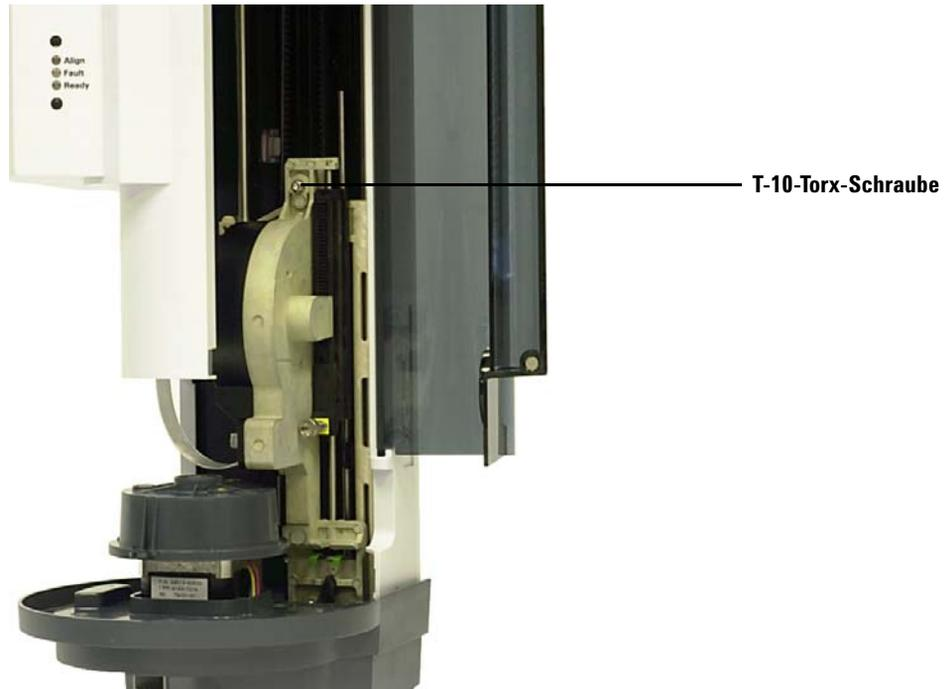

Abb. 103 Installieren der T-10-Torx-Schraube oben an der Spritzenträgerbaugruppe
- 14** Ziehen Sie die T-10-Torx-Schraube oben an der Spritzenträgerbaugruppe vollständig an (Abb. 103).